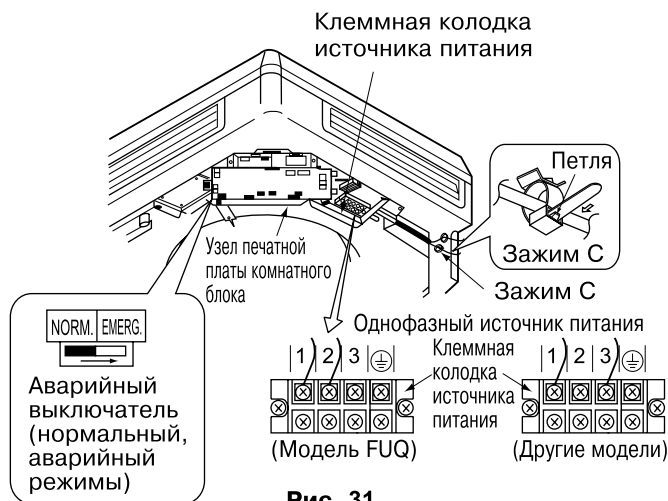

Рис. 31
- Перед включением питания проверьте правильность установки выключателя. (См. рис. 31)